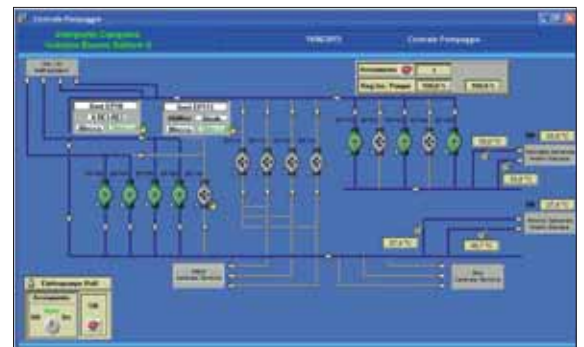

Figura 3 - Schermata del sistema di monitoraggio relativa alla centrale di pompaggio
- Ai gruppi di pompaggio con rilievo di: attivazione del numero delle pompe e temperature di funzionamento dell’anello di liquido (esempio in ► figura 3);